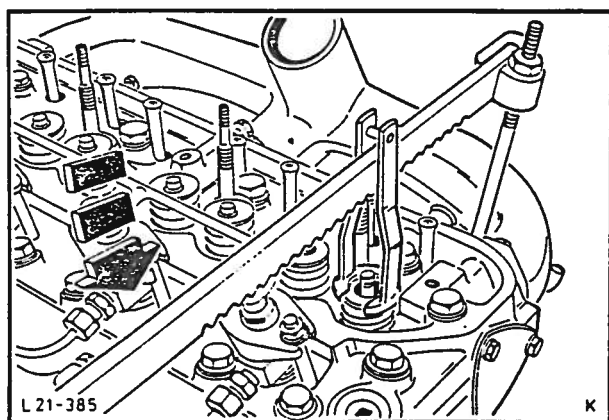

Fig. 142 Press ned ventilmfjærene med spesialverktøyet.
3. Demonter ventilmfjærene. Beveg stemplet i hver sylinder til ovre dødunkt. Press ned ventilmfjærene og ventiltallerknene med spesialverktøy 21-024 og 03/04. Ta av ventillåsene og slipp opp ventilmfjærene, fig. 142.